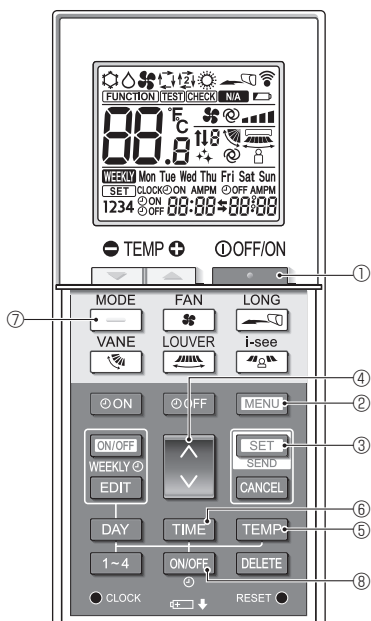

Fig. 6-9
1. Pulse el botón ① para detener el acondicionador de aire.
2. Pulse el botón MENU ②. Se mostrará la pantalla de configuración de funciones y parpadeará el n.º de función ③. (Fig. 6-9) Pulse el botón ④ para cambiar el n.º de función.